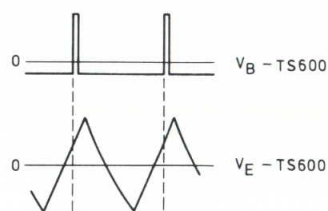

Fig. VIII-3
b. De frequentie van de lijnoscillator is te hoog ten opzichte van het zendersignaal, zie Fig. VIII-3.